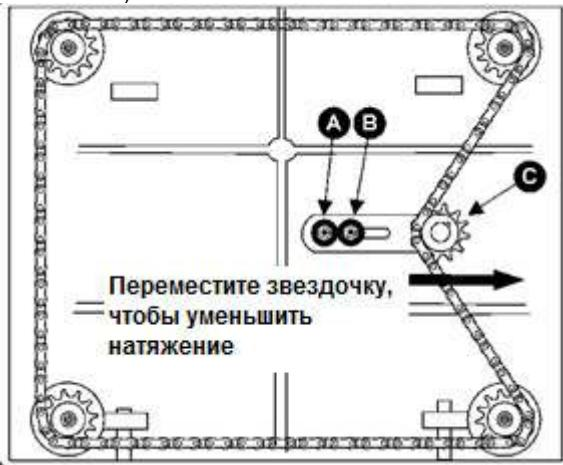

Рис. 23
- Переверните станок на боковую сторону, чтобы видеть нижнюю поверхность станка (см. Рис. 23).
- Открутите болт (A, см. Рис. 23) и ослабьте болт (B, см. Рис. 23), которые позволят переместить регулируемую звездочку (C, см. Рис. 23) достаточно, чтобы ослабить натяжение цепи.
- Когда все регулировки выставлены правильно, поместите цепь обратно на угловые звездочки, переместите звездочку (C, см. Рис. 23) обратно, чтобы натянуть цепь, затяните болт (B, см. Рис. 23), а также вкрутите и затяните болт (A, см. Рис. 23).